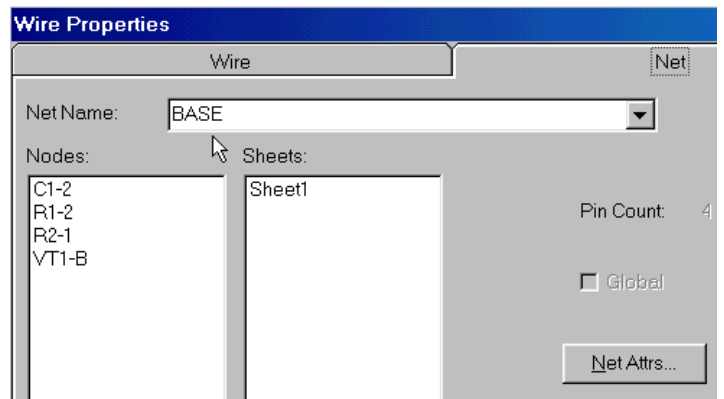

Рис. 6-9. Присвоение имени цепи
- 6) На закладке *Net* в окне ввода имени *Net Name* наберите **BASE** (см. рис. 6-9) и нажмите кнопку ОК для окончания диалога.